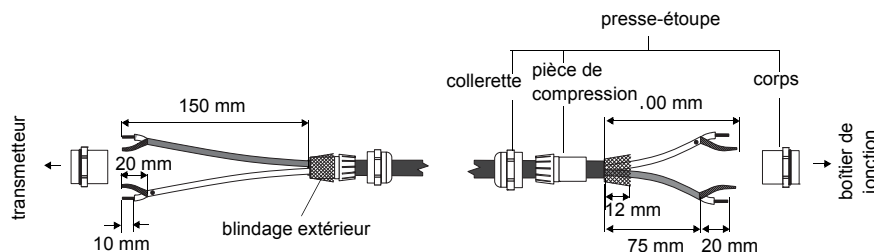

Fig. 7.3: Préparation de la rallonge
- Ouvrez le presse-étoupe. La pièce de compression reste dans la collerette (voir Fig. 7.3).
- Poussez la collerette avec la pièce de compression sur le câble en faisant coïncider l'extrémité fine de la pièce de compression avec la gaine extérieure du câble (voir Fig. 7.3).
- Fixez le presse-étoupe en vissant la collerette sur le corps (voir Fig. 7.3).
- Faites passer la rallonge à travers la collerette, la pièce de compression et le corps du presse-étoupe (voir Fig. 7.3).